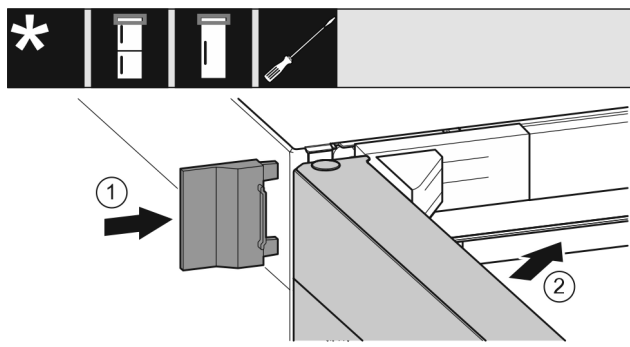

Fig. 64
- ▶ Navlecite zunanji pokrov Fig. 64 (1).
- ▶ Zaprite zgornja vrata Fig. 64 (2).